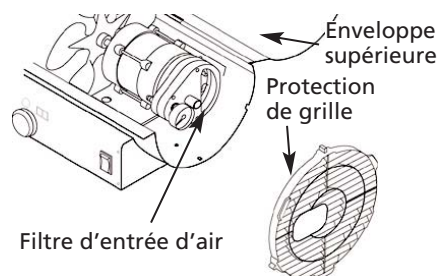

Figure 14 – Accès au filtre à air
- Enlever l'enveloppe supérieure et la protection du ventilateur (voir le filtre d'entrée d'air à la Figure 14).